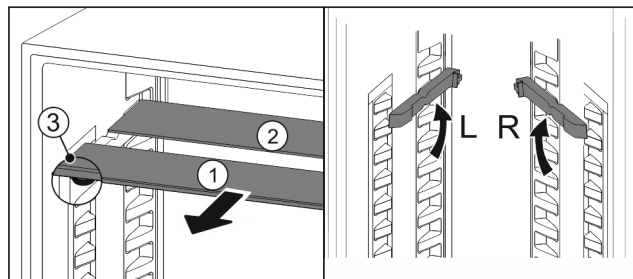

Fig. 80
- ▶ Wyciągnąć Fig. 80 (1) pojedynczo półki szklane do przodu.
- ▷ Płyta szklana Fig. 80 (1) z listwą ozdobną znajduje się z przodu.
- ▷ Stopery Fig. 80 (3) wskazują w dół.